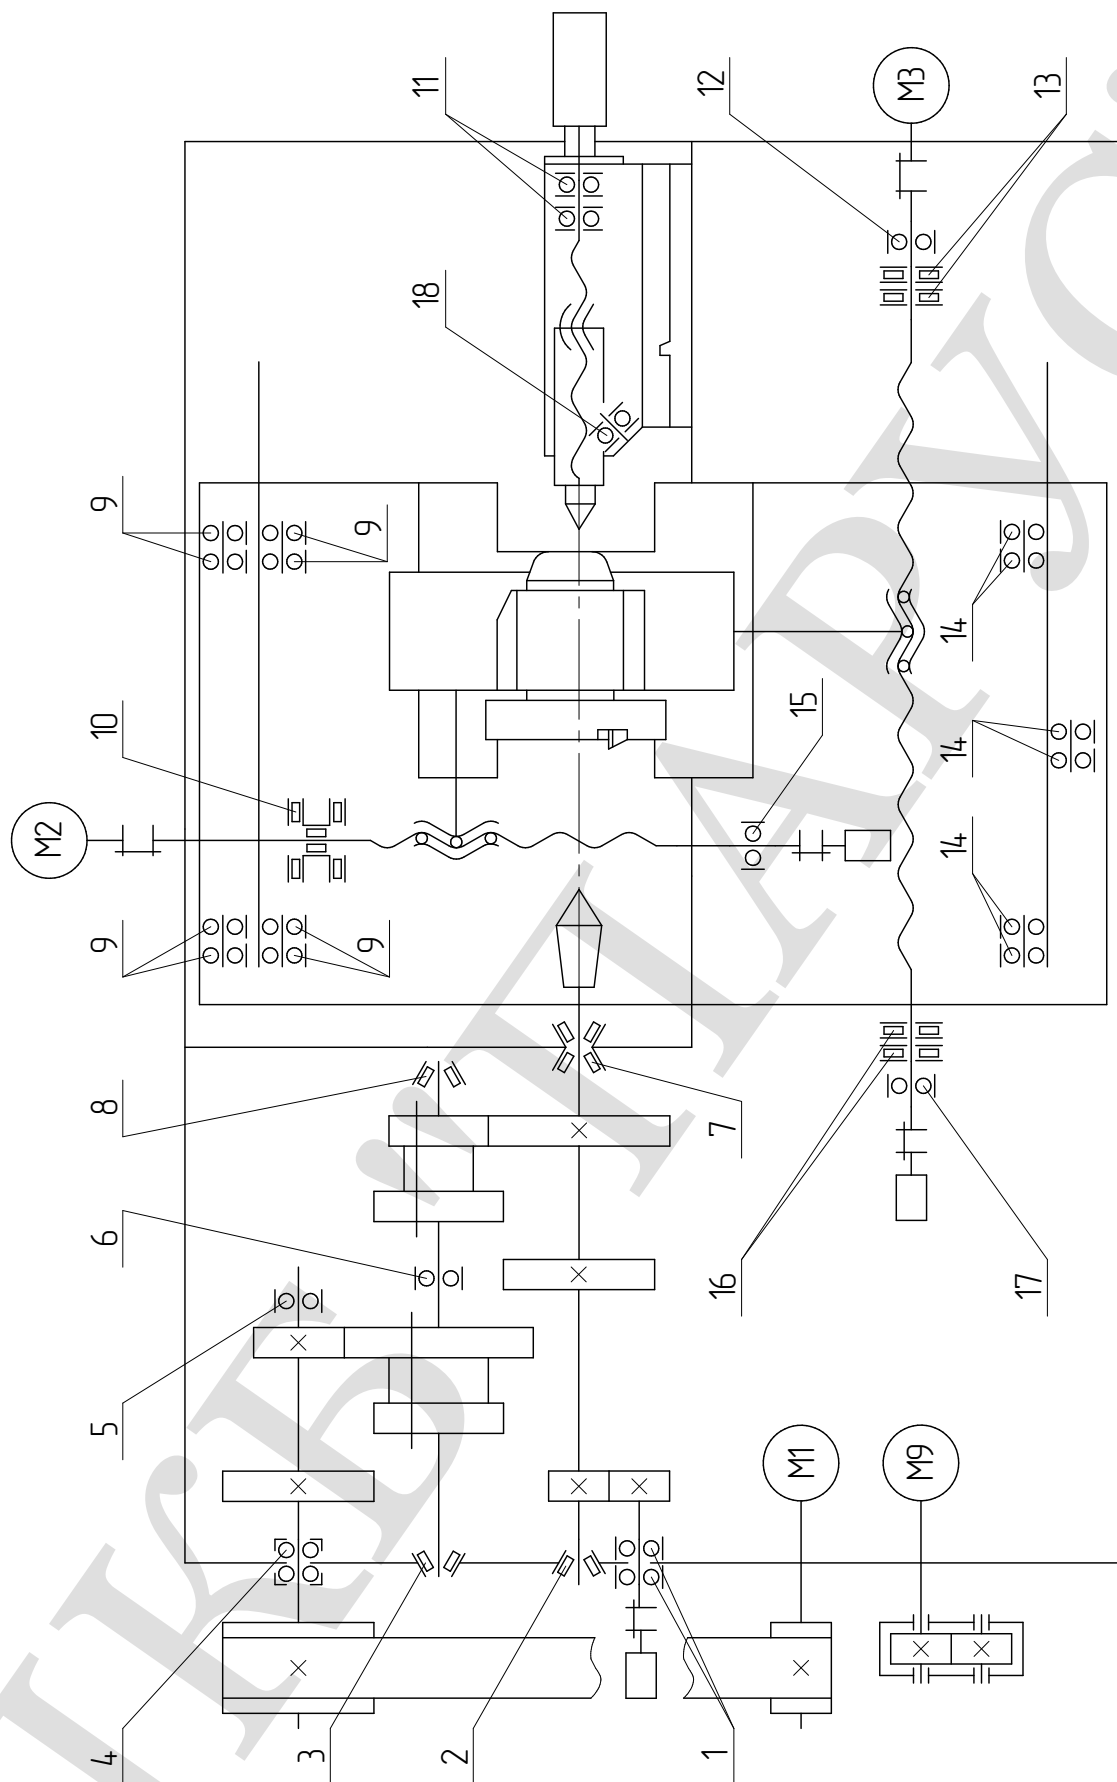

Рис. 29. Схема расположения подписчиков
12.2. Схема расположения подшипников на рис. 29.
| Условное обозначение подшипника | Где применяется         | Количество | Позиция на рис. 29 | Примечание |